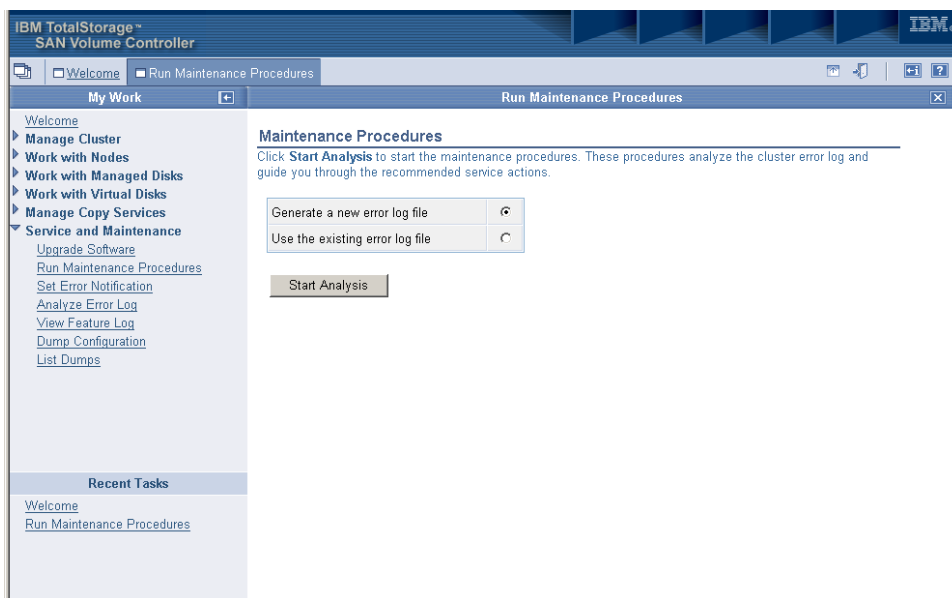

图 49. 启动引导维护过程时显示的内容的示例
1. 当引导维护过程启动时，您将看到图 49 中显示的内容。